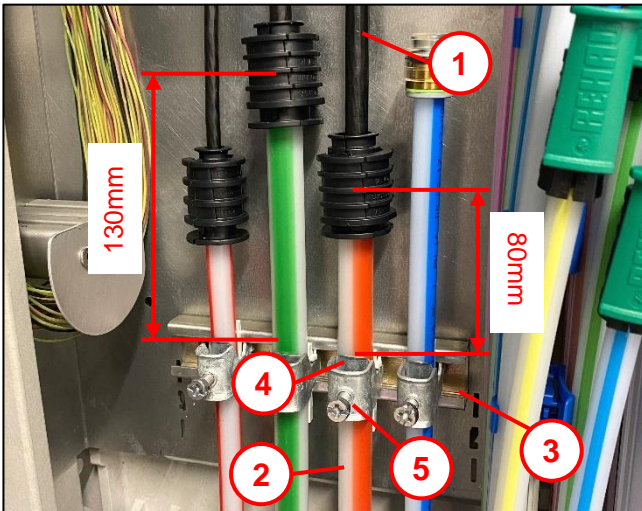

Abb. 19
Beachten: Aus Platzgründen müssen die Mikrorohre (3) ($\varnothing 10 / \varnothing 12$) und Einzelzugabdichtungen (2) abgestuft werden, siehe Abb. 19.